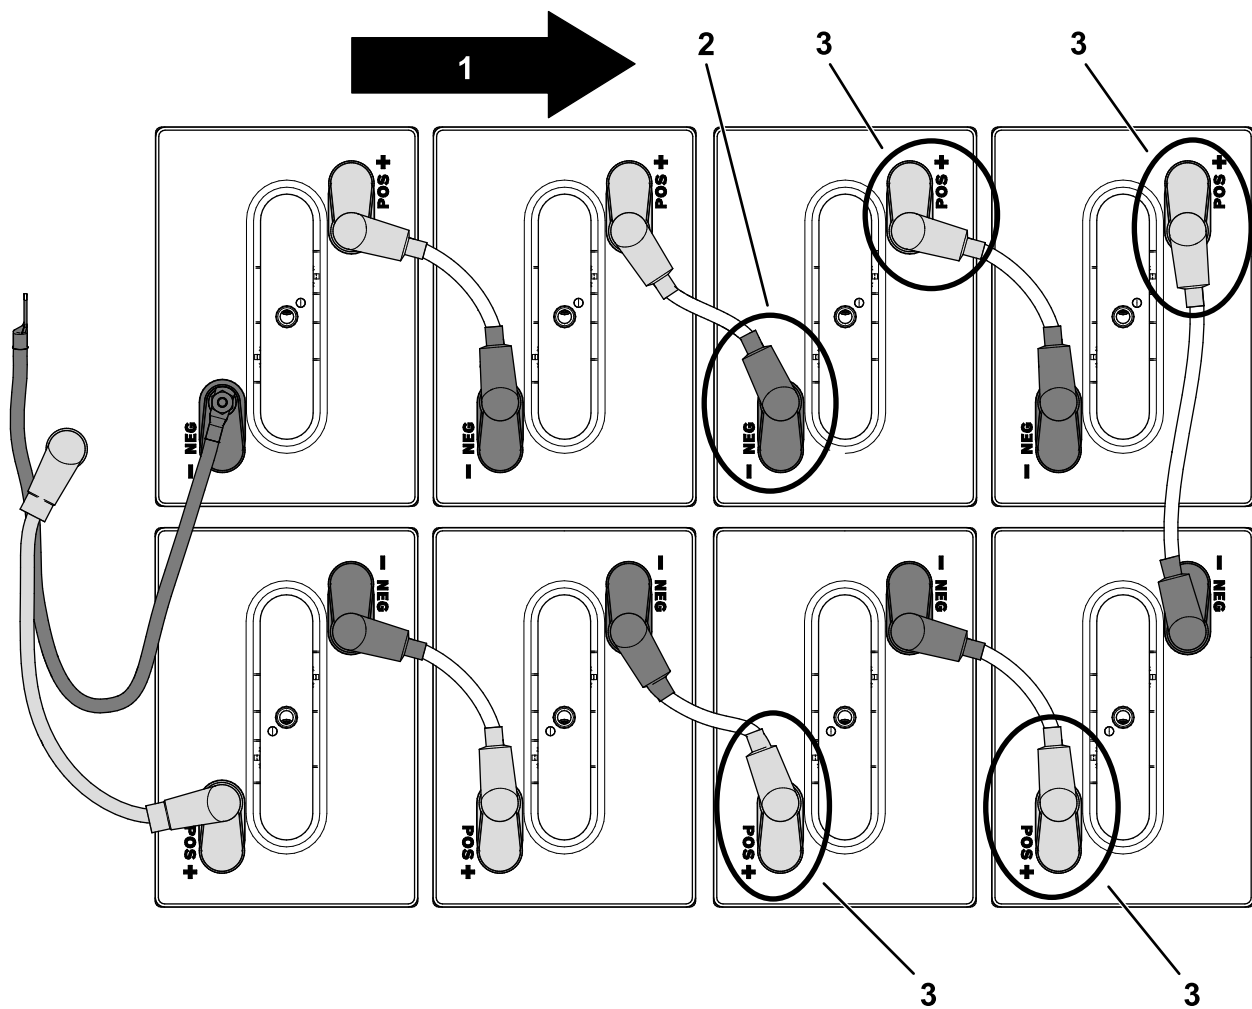

图99
重要事项 确保电池按照拆卸时的方向安装请参阅 图99
4. 连接前电池托盘中前面 4 个电池的正极 (+) 端子图99。
5. 如图99 所示连接负极 (-) 端子。